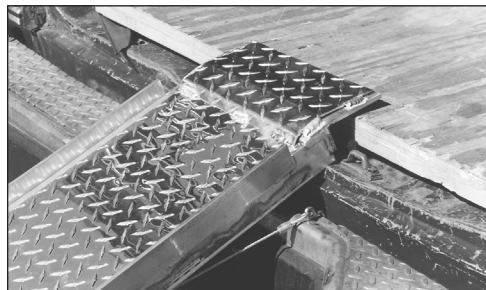

図 1
1. 車両後部に傾斜台を置いて安全な状態に固定します (図 1)。